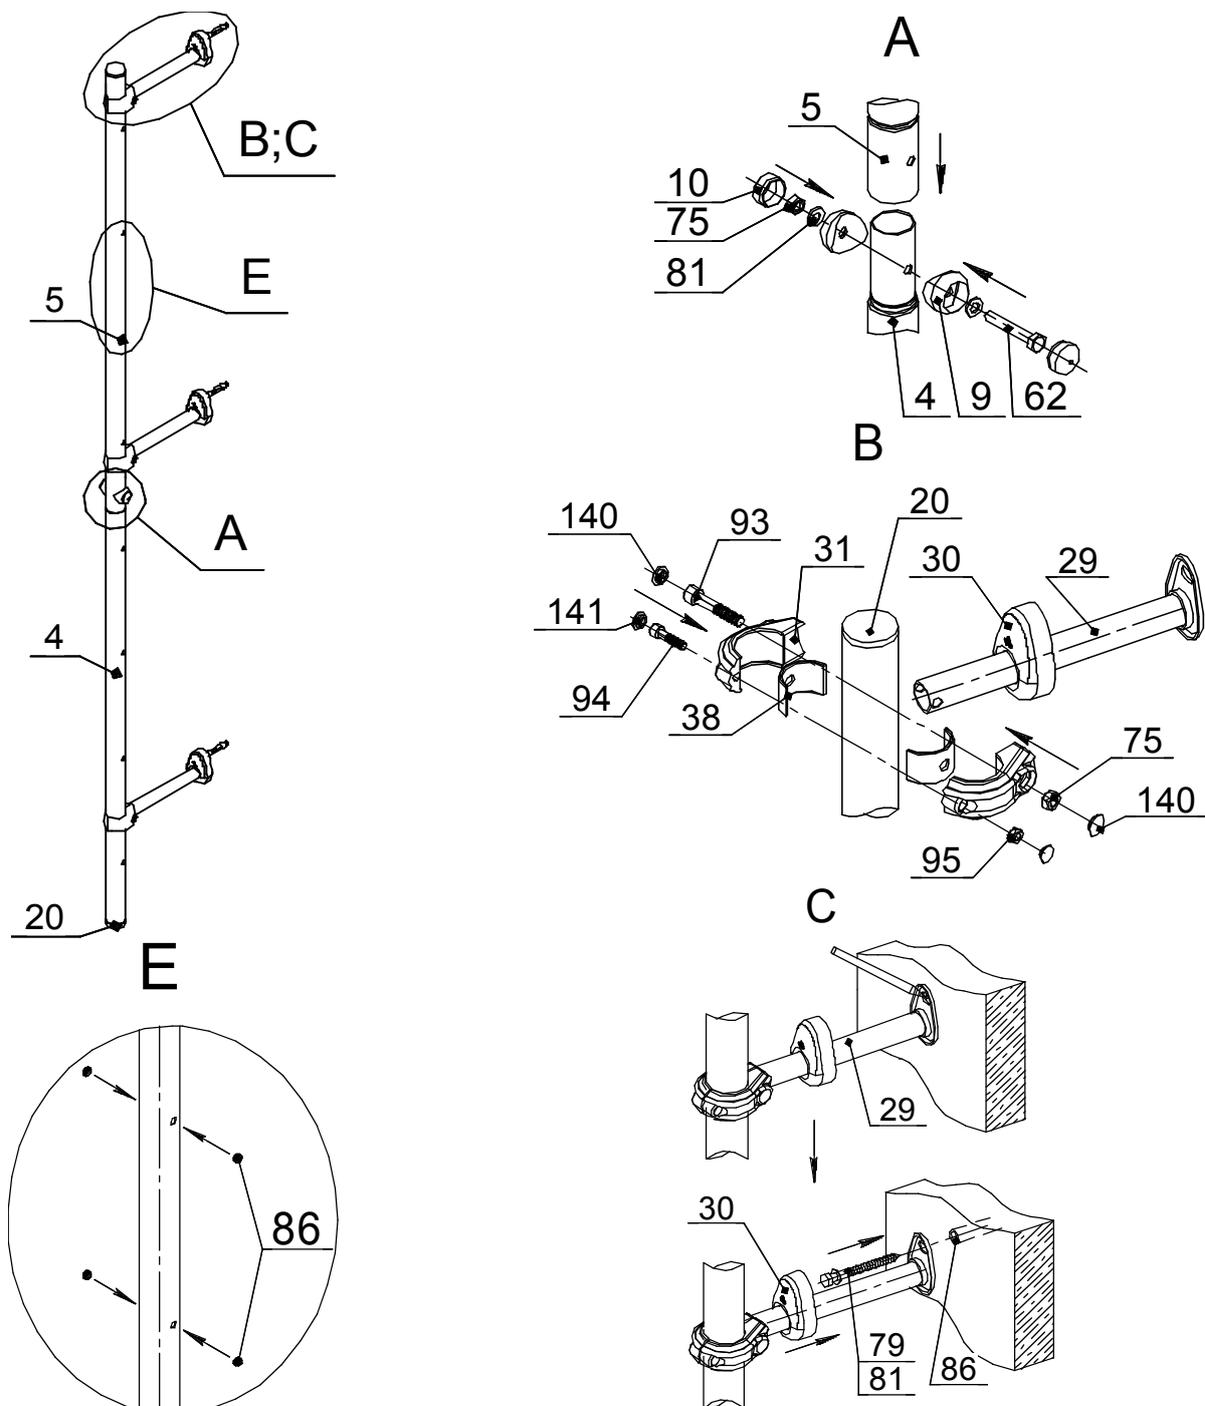

Рис.1
- A. Соединить стойки поз.4 и 5 между собой (рис.1, А)
- B. Установить опоры кронштейнов поз.29. (рис.1, В).
- C. Установить связи поз.108. Винты поз.93; 94 туго не затягивать, заглушки поз. 140; 141 не устанавливать. (рис.1, С).
- E. Установить заглушки поз.86 (рис.1, Е).
- F. Установить заглушки поз.86. (рис.1, F).
- 8.3. Общий вид КОМПЛЕКСА с рекомендуемым расположением навесного оборудования показан на рис.1.